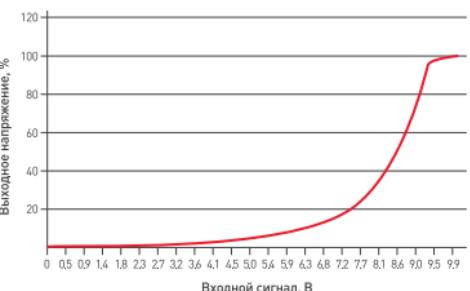

Рисунок 3. Схема включения при управлении 1-10 В.
- Подключите панель 0/1-10 В от контроллера к входу «SIGNAL IN» диммера, соблюдая полярность, в соответствии со схемой (рисунок 3).